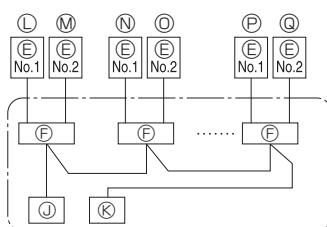

Fig. 6-2
6.1. Dış ünitesi (Fig. 6-1, Fig. 6-2)